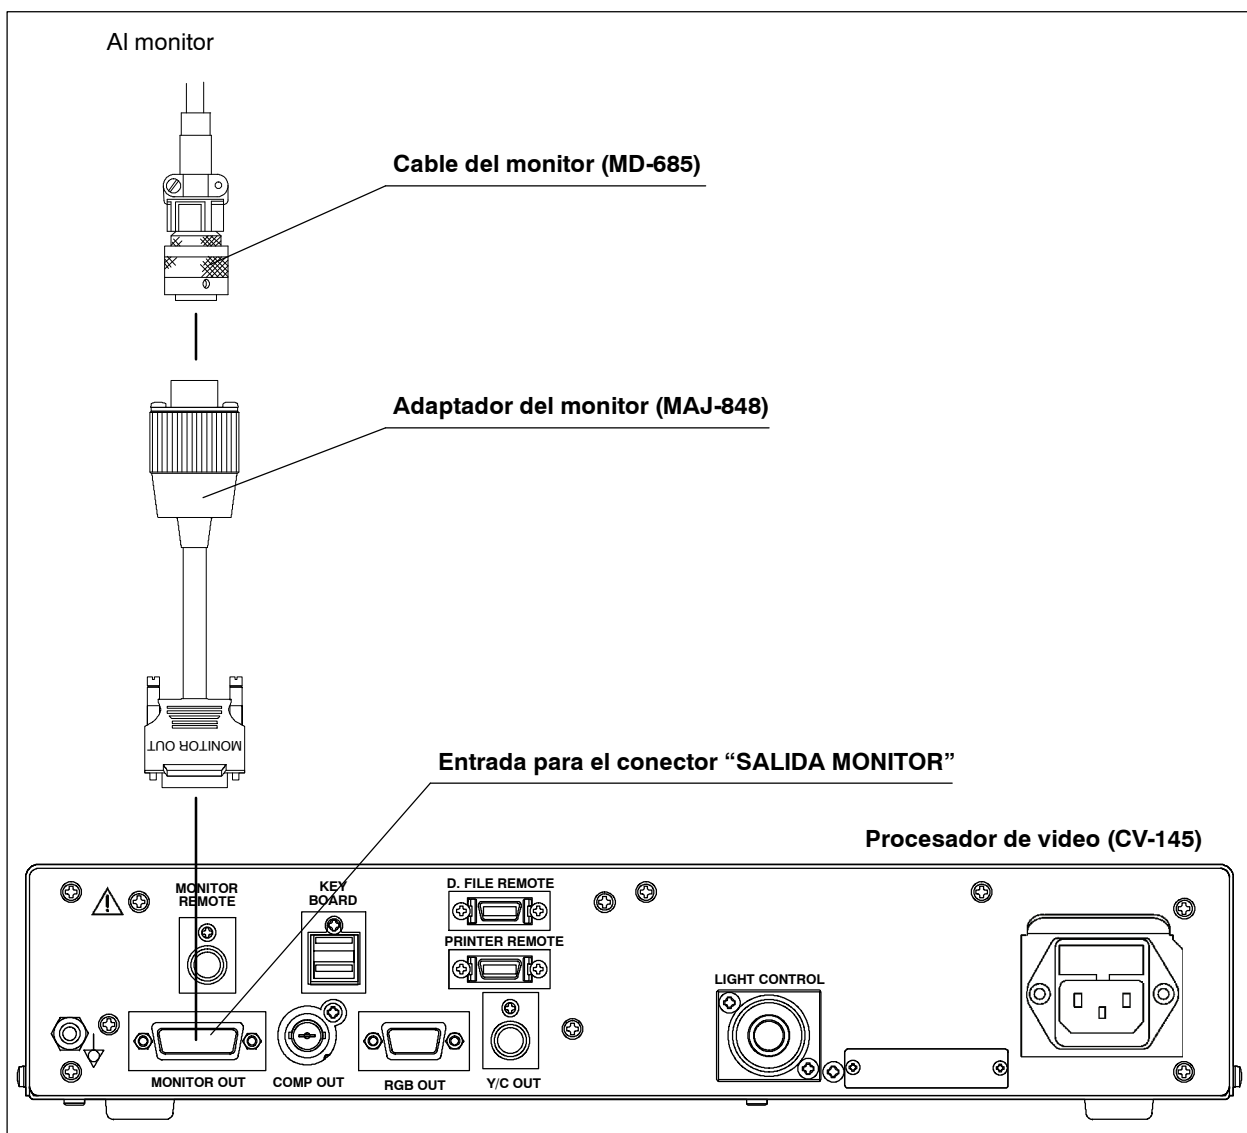

Figura 3.12
Si utiliza el cable de monitor (MD-685) ya introducido con el CV-100/140, conéctelo con el adaptador opcional (MAJ-848) (ver figura 3.12).
1. Conecte el extremo etiquetado con "MONITOR OUT" del adaptador del monitor (MAJ-848) al conector "SALIDA MONITOR" del procesador de video (ver figura 3.12).